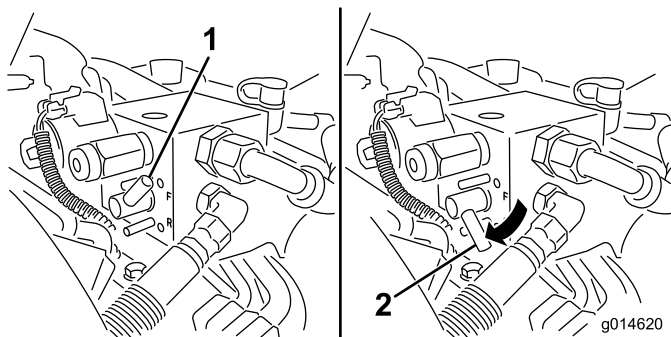

Figura 54
5. Gire la palanca de Autoafilado a la posición de marcha atrás (R) (Figura 54).